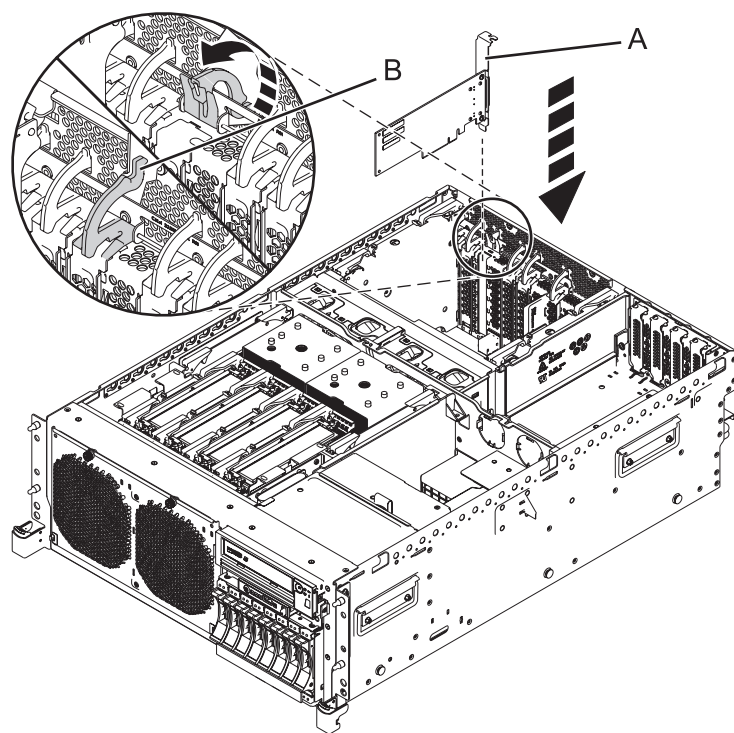
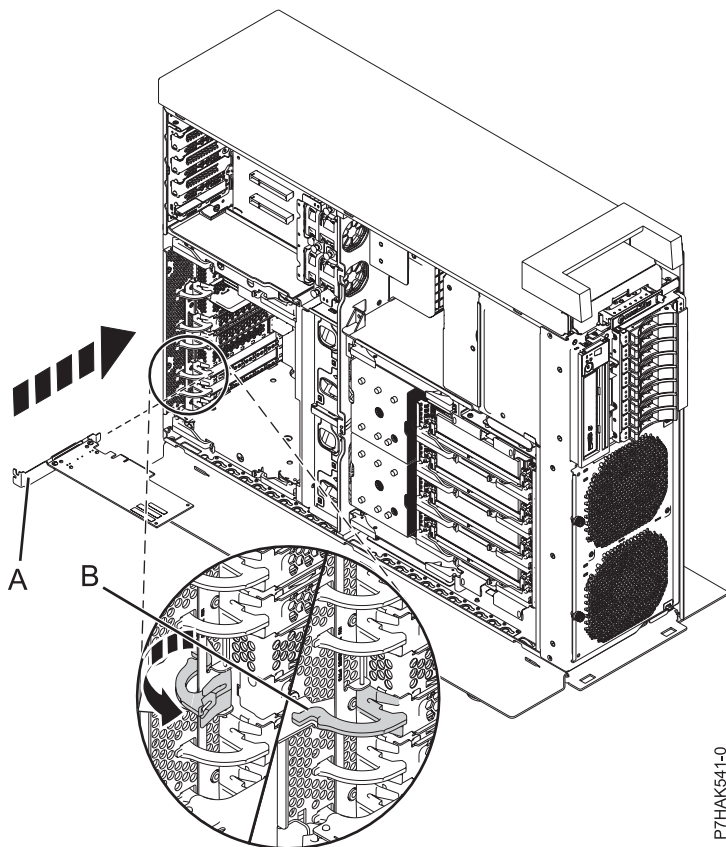

Figura 12. Substitució d'un adaptador PCI en una unitat del sistema muntada en bastidor
Figura 13. Substitució d'un adaptador PCI en una unitat del sistema autònoma
16. Estireu del pestell de l'adaptador **(B)** cap a la seva posició, com es mostra a la Figura 12 i a la Figura 13 a la pàgina 18.